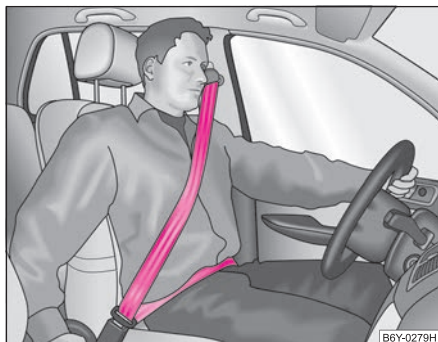

Fig. 141 Centura de siguranță pentru umăr și bazin
- Partea de umăr a centurii nu trebuie să treacă peste gât, ci aproximativ peste mijlocul umerilor și să aibă un contact ferm cu corpul. Partea din dreptul bazinului trebuie să aibă întotdeauna un contact ferm cu bazinul și să fie plasată cât mai jos ⇒ pagina 158, fig. 141. Îndreptați cu mâna banda centurii.